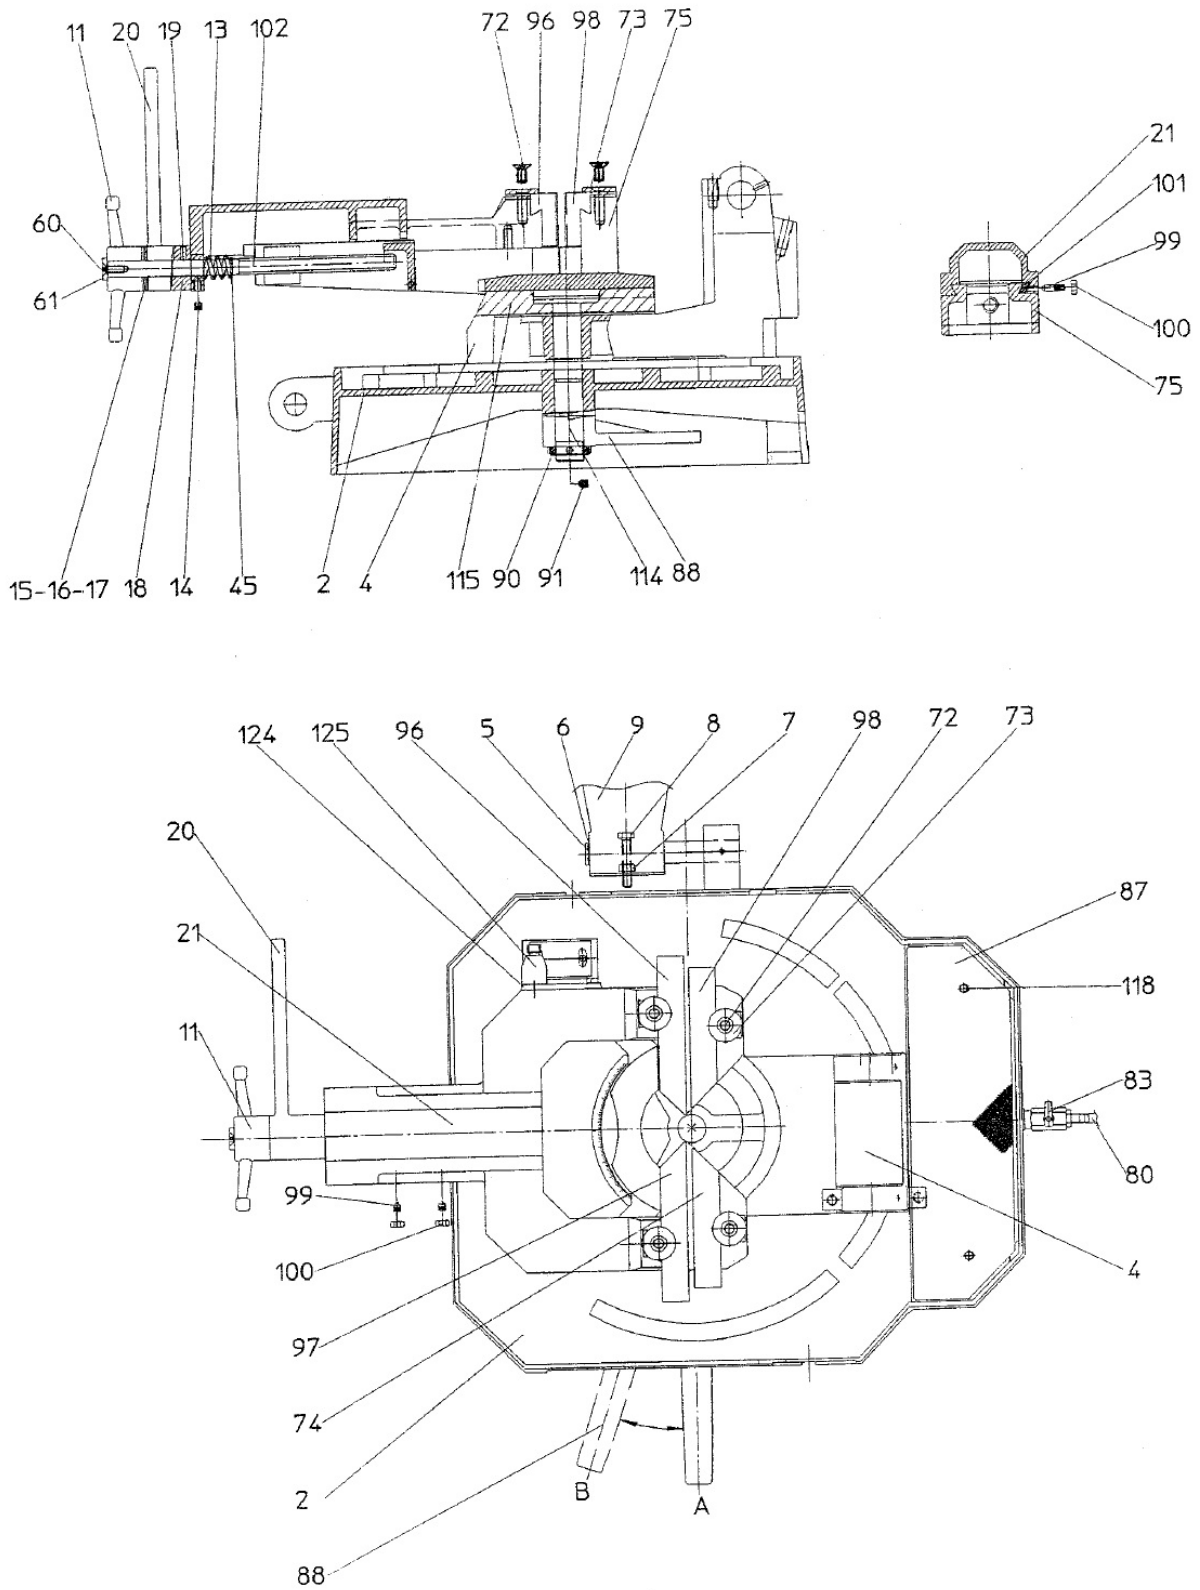

Abb. 15: Ersatzteilzeichnung 4 - MKS 315 R / MKS 316 R
- Schritt 1: Die Spannbacke [Abb. 15, 21] abmontieren, den Spannstock [Abb. 15, 75] komplett entnehmen, in dem man das Handrad [Abb. 15, 11] dreht.
- Schritt 2: Die Schraubstock-Führungen [Abb. 15, 75, 21 und 101] schmieren und einen Tropfen Öl in den Schmierpunkt [Abb. 15, 19] hinter dem Handrad gießen.
- Schritt 3: Bei Bedarf das Spiel der Schraubstockbacke auf den Führungen mit dem Stift [Abb. 15, 99] justieren. dazu zuvor die Feststellmutter [Abb. 15, 100] lockern und anschließend wieder festziehen.
- Schritt 1: Kühlmittel ablassen, dazu den Absperrhahn [Abb. 15, 83] öffnen und das Kühlmittel in einen Auffangbehälter ausfließen lassen.
- Schritt 2: Die Schrauben [Abb. 15, 118] lösen und die Abdeckung [Abb. 15, 87] abnehmen.
- Schritt 1: Feststellhebel [Abb. 15, 88] lösen und den Drehtisch auf Leichtgängigkeit prüfen. Bei Bedarf kann das Spiel durch Lösen der Feststellschraube [Abb. 15, 91] und Nachstellen der Einstellmutter [Abb. 15, 90] justiert werden.
- Schritt 2: Feststellschraube [Abb. 15, 91] festziehen und den Drehtisch mit dem Feststellhebel arretieren.